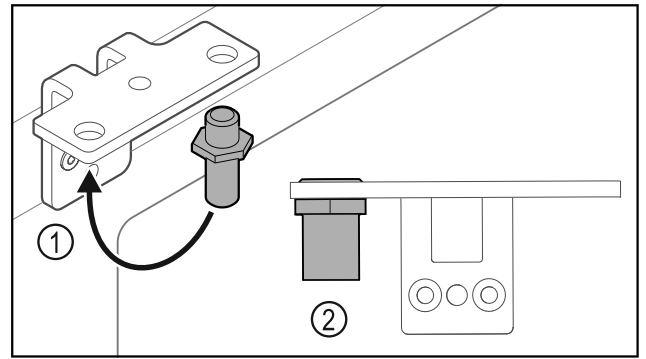

Fig. 32
- Bouten Fig. 32 (1) naar de scharnierhoek verplaatsen.
- Bouten Fig. 32 (2) met **aanhaalmoment van 12 Nm** vastdraaien.